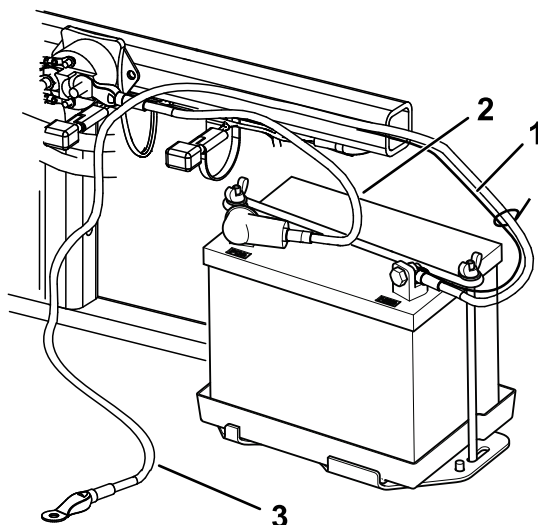

図 6
2. ボルト 1/4 x 5/8 インチとロックナットで、赤いプラス+ケーブルをバッテリーのプラス+端子に固定する (図 6)。
3. ボルト 1/4 x 5/8 インチとロックナット 1/4 インチで、細い黒ワイヤと黒いマイナスケーブルをバッテリーのマイナス端子に固定する (図 6)。